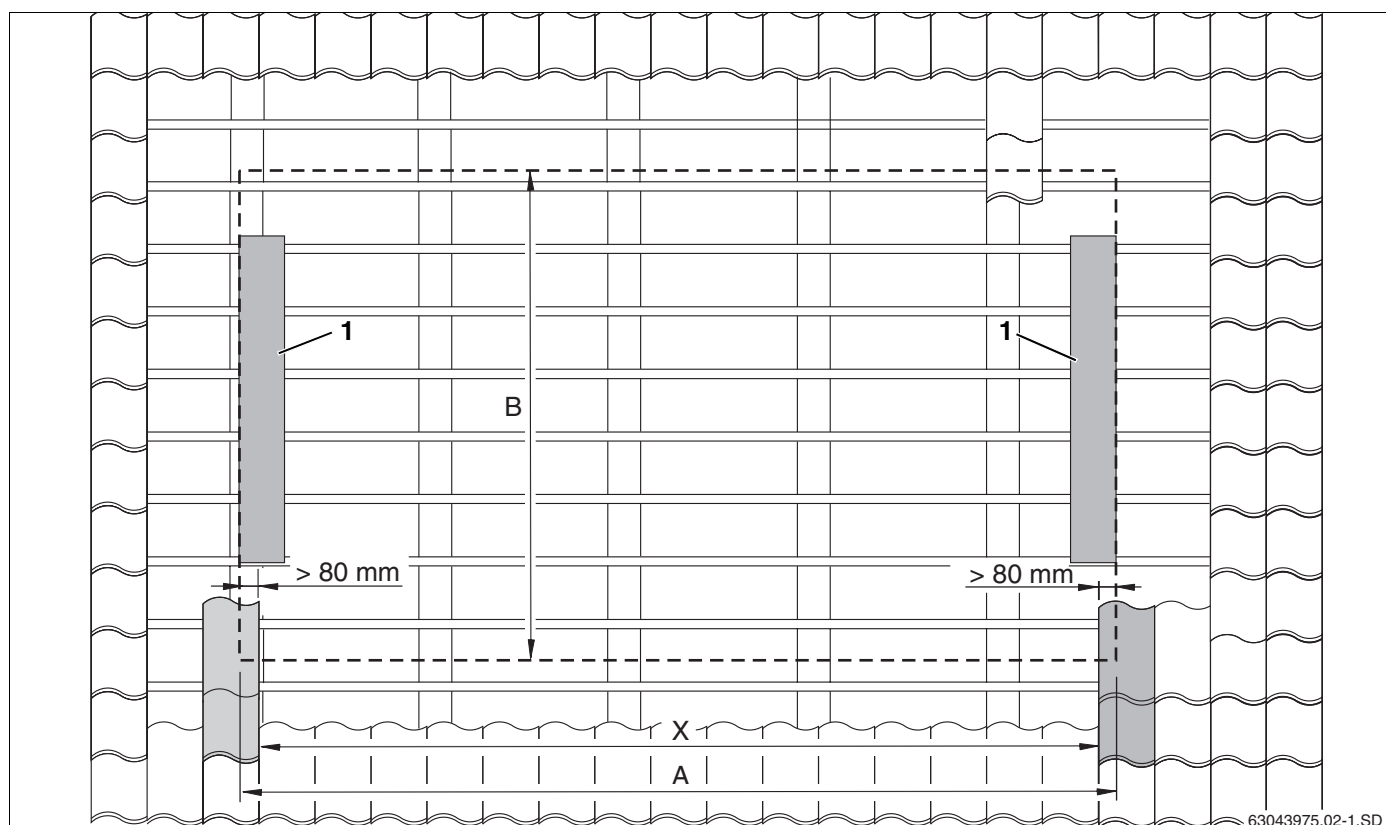

Fig. 8 Determinación de la posición exacta del campo de colectores
- ▶ Calcule la medida X (distancia entre tejas situadas sobre las chapas protectoras laterales, fig. 8, **pos. 1**) sobre el tejado y transfírela al mismo.
- ▶ Teniendo en cuenta la medida B (fig. 8), determinar la fila inferior de tejas (fig. 8, **pos. 2**).